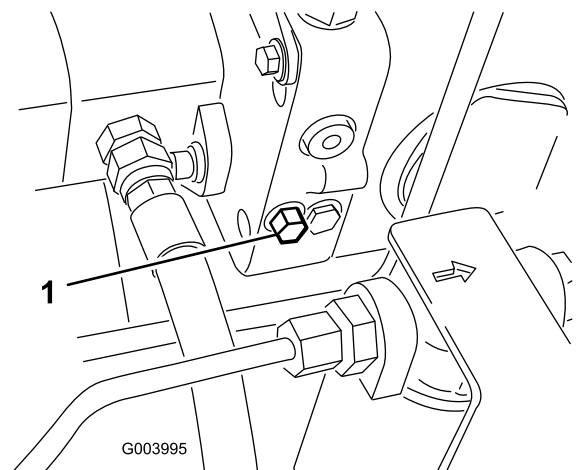

Figura 72
1. Rode o parafuso da válvula de derivação 1-1/2 voltas para abrir para permitir a passagem do óleo internamente (Figura 72).